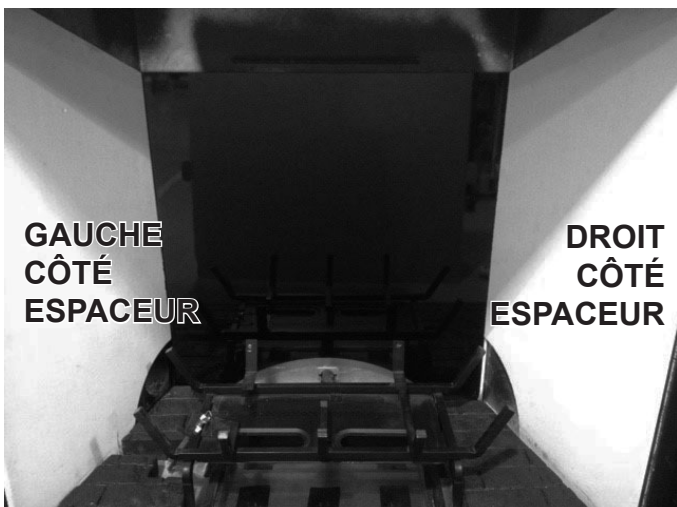

Figure 11.13 Panneau de verre noir arrière installé
- Placez le panneau de verre noir et la partie archée dans l'arrière de l'appareil. Voir la figure 11.13. Glissez les espaceurs blancs du côté vers l'arrière de l'appareil jusqu'à ce qu'ils touchent au panneau de verre arrière.